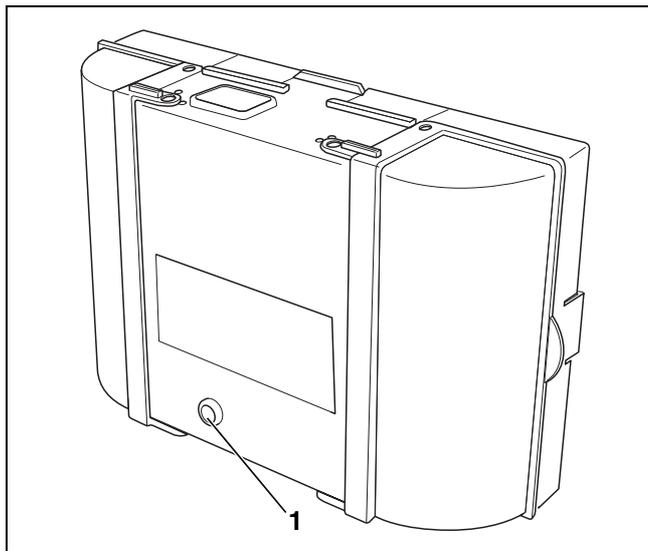

Bild 17 SAFe 30 Entstörtaster mit LED
- ▶ Entstörtaster (→ Bild 17, [1]) länger als eine Sekunde drücken (entriegeln). Nach ca. fünf Sekunden geht der Brenner in den Anfahr- bzw. Betriebsmodus.